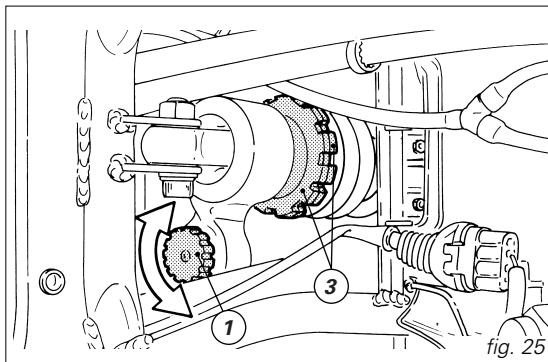

fig. 25
Il registro (1, fig. 25) sul serbatoio d'espansione dell'ammortizzatore, sul lato sinistro del telaio, regola il freno idraulico nella fase di compressione.
Le due ghiera (3, fig. 25) poste nella parte superiore dell'ammortizzatore, registrano il precarico della molla esterna.
- Registro (1, fig. 25) di compressione 18 scatti.
- Registro (1, fig. 25) di compressione 25 scatti.